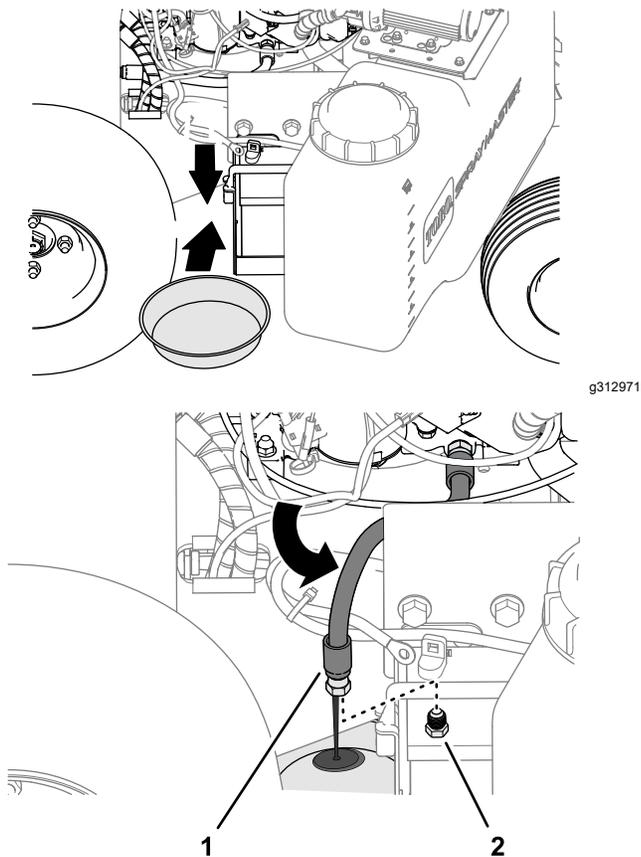

Figure 73
- Sortez le tube de vidange sur le côté droit de la machine et retirez le bouchon du tube (Figure 73).
- Remettez le bouchon de vidange dans le flexible et serrez-le (Figure 73).